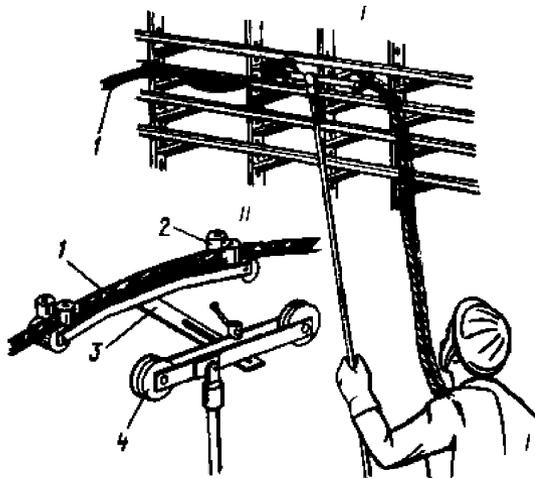

Рис.12
Для прокладки проводов и кабелей непосредственно с пола, без подъема на высоту (I) используют специальное приспособление (II), которое имеет ролики для его перемещения по ребрам полок (рис.12). Прокладываемый провод или кабель I проходит между двумя парами вертикально расположенных роликов 2 и укладывается на полки в нужном месте, что обеспечивается выдвиганием планки 3.